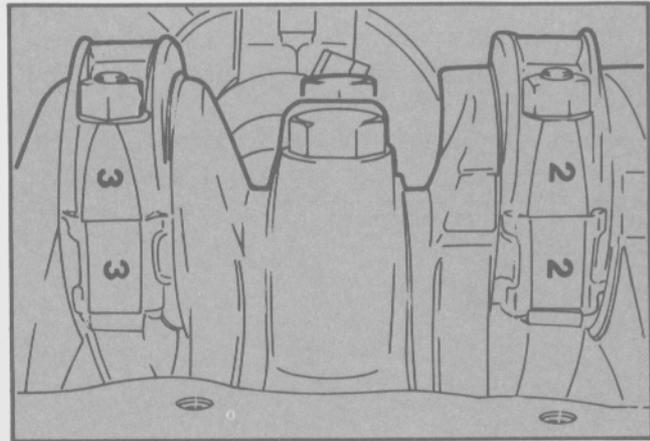

Fig. 28 - Marcas en la biela y tapa de biela
- Comprobar las marcas de las bielas y las tapas de bancada para colocarlas posteriormente en su posición original. (Fig. 28).